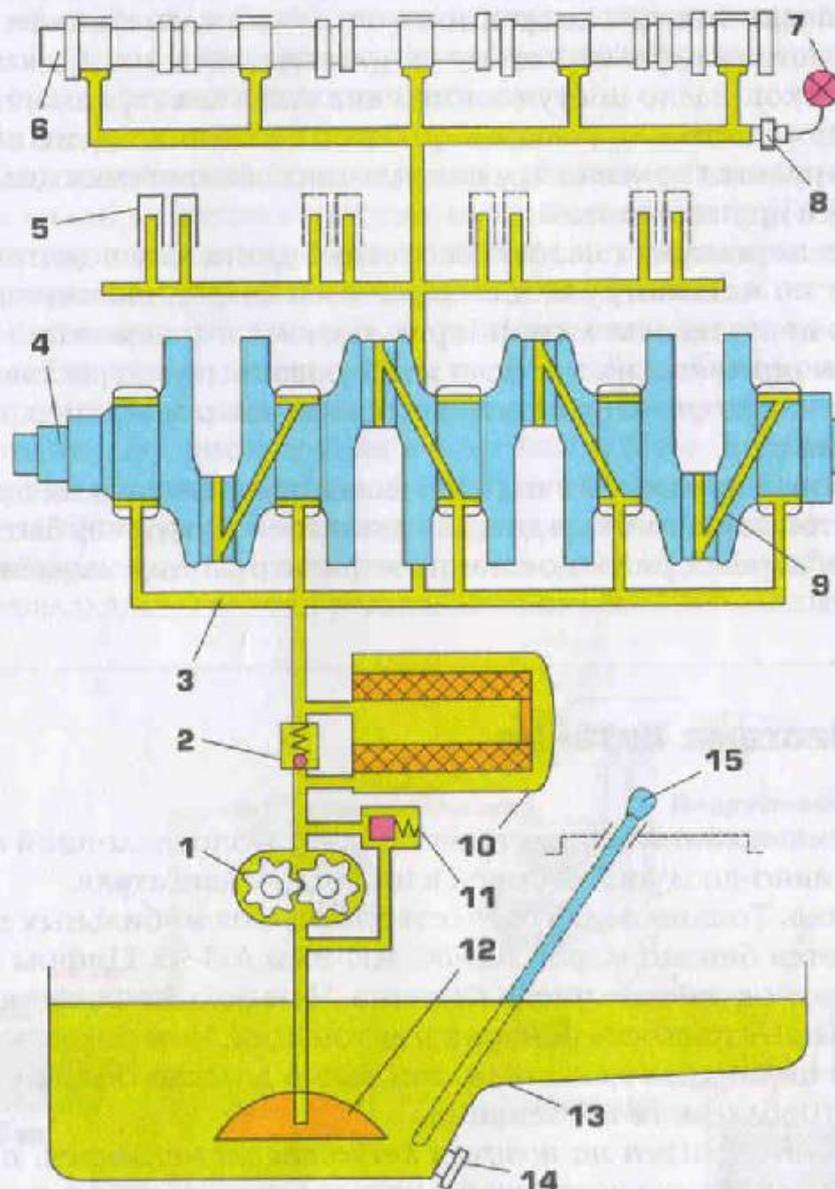

Рис. 11. Принципиальная схема смазочной системы:
**Схема устройства и работы.** В автомобильных двигателях применяется комбинированная смазочная система, при которой наиболее нагруженные детали смазываются под давлением, а остальные — разбрызгиванием. Смазочная система включает в себя поддон 13 (рис. 11) картера, масляный насос 1 и фильтр 10. Масло заливается через маслозаливную горловину в поддон картера. Уровень масла в